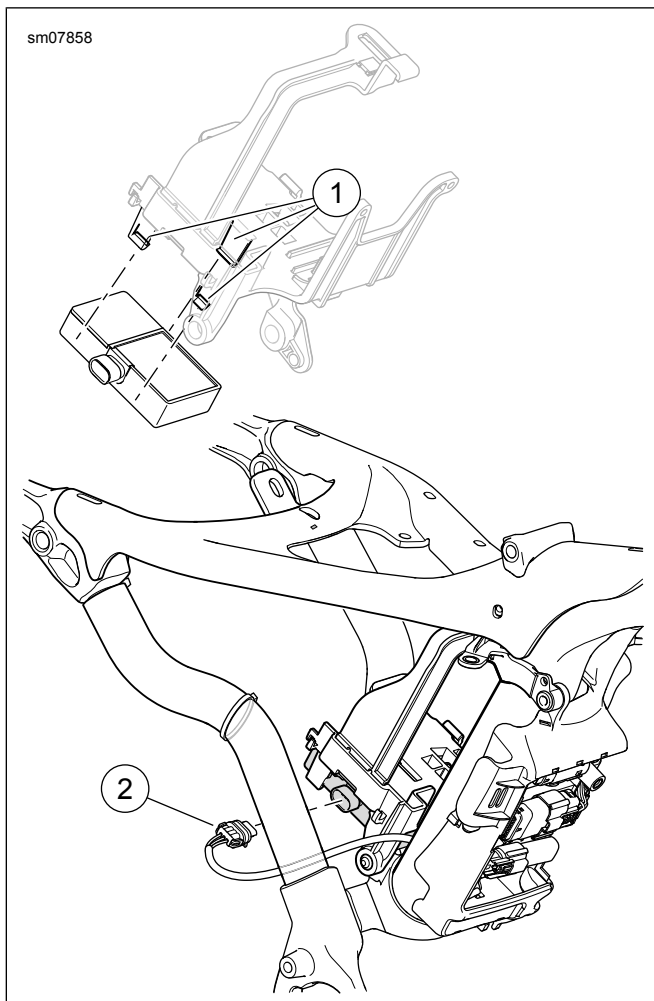

Figure 3. Sportster
3. Figure 3 Faire glisser la sirène dans le plateau de la batterie avec le disque de la sirène vers le bas. Veiller à ce que les onglets (1) maintiennent la sirène en place.
4. Brancher le connecteur [142B] (2) sur la sirène.